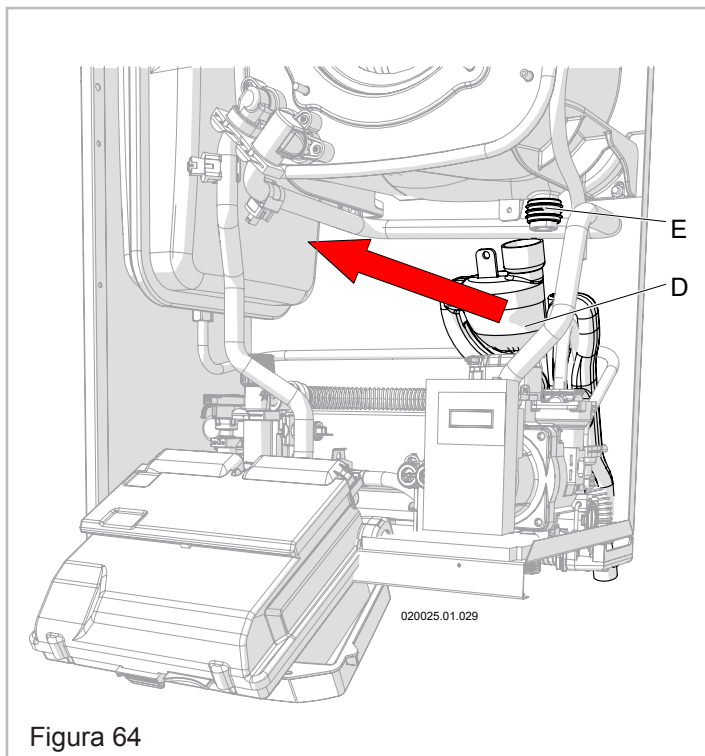

Figura 64
6. - Sfilare verso il basso il serbatoio "D" facendo attenzione al fatto che esso è pieno di acqua di condensa e potrebbe uscire (Figura 64);
7. - Estrarre verso l'esterno il sifone (Figura 64) facendo attenzione a scollegare i tubi di raccolta dell'acqua proveniente dalla parte superiore dell'apparecchio e dalla valvola di sfogo aria;